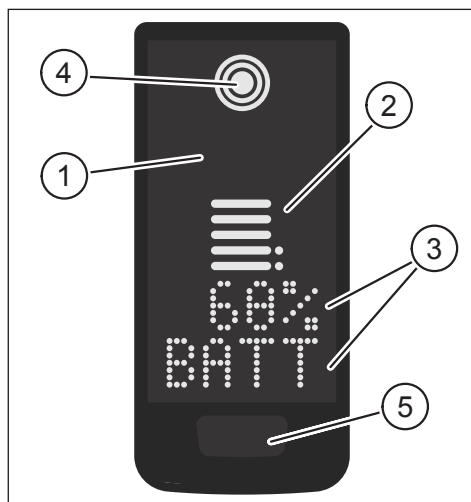
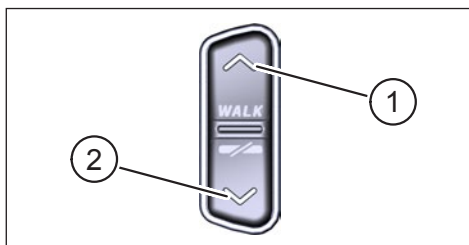

Fig. 1: Bediening en indicator componenten op Display
Fig. 2: Bediening op de Remote
Pos. in Fig. 1	Beschrijving
Pos. in Fig. 2	Beschrijving
- ▶ Houd de knop op de Display (Pos. 5 in Fig. 1) en de knop DOWN op de Remote (Pos. 2 in Fig. 2) minstens 5 seconden ingedrukt.
- Met een dubbele klik op op de knop op de Display (Pos. 5 in Fig. 1) schakelt u naar de volgende schermweergave.
- Druk op de knop DOWN op de Remote bediening (Pos. 2 in Fig. 2).
- Druk op de knop op de Display (Pos. 5 in Fig. 1).